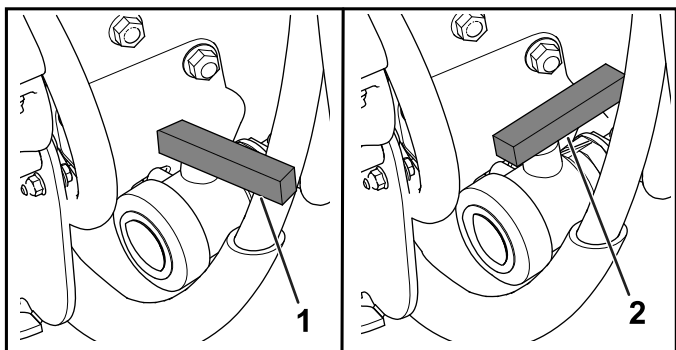

図 93
3. タンクのドレンバルブを開いて残っている薬液をすべて排出する (**図 93**)。
4. ドレンバルブを閉じる **図 93**。